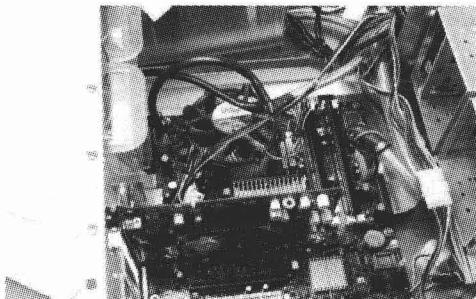

图 1.28 整理机箱
(8) 整理机箱。将四处散落的线头、线尾整理好，以便日后保养维修，还有助于机箱内的空气流通。确保安装无误后，将机箱拿起并翻转  $180^{\circ}$ ，即上下方向调换。其目的主要是可迅速发现并清除的螺钉在安装设备的过程中遗落在机箱内，如图 1.28 所示为整理后的机箱内部。